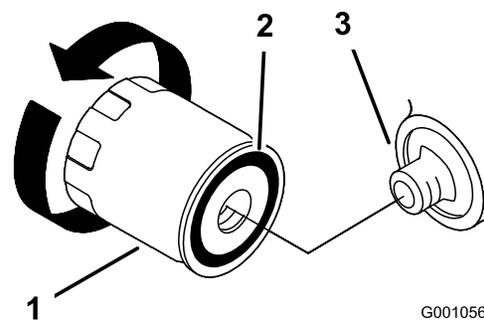

Figure 22
- Déposez le filtre à huile usagé et essuyez la surface du joint de l'adaptateur (Figure 22).
- Appliquez une fine couche d'huile neuve sur le joint en caoutchouc du filtre de rechange (Figure 22).
- Posez le filtre à huile de rechange sur l'adaptateur, tournez le filtre dans le sens horaire jusqu'à ce que le joint en caoutchouc rencontre l'adaptateur, puis serrez-le encore de 2/3 de tour à 1 tour (Figure 22).